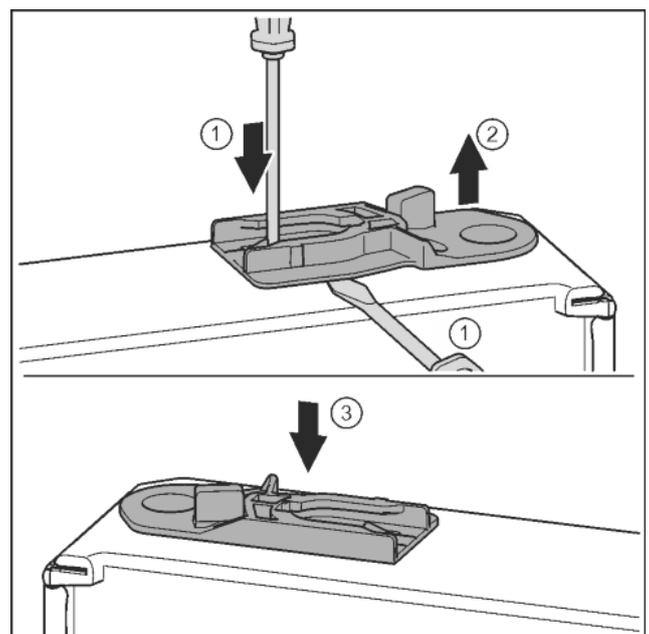

Fig. 35
- ▶ Estrarre la bussola di guida: con un cacciavite spingere la linguetta e contemporaneamente con un cacciavite spostarla sotto la bussola di guida. *Fig. 35 (1, 2)*
- ▶ Inserire sull'altro lato dell'apparecchio la bussola di guida fornita in dotazione. *Fig. 35 (3)*